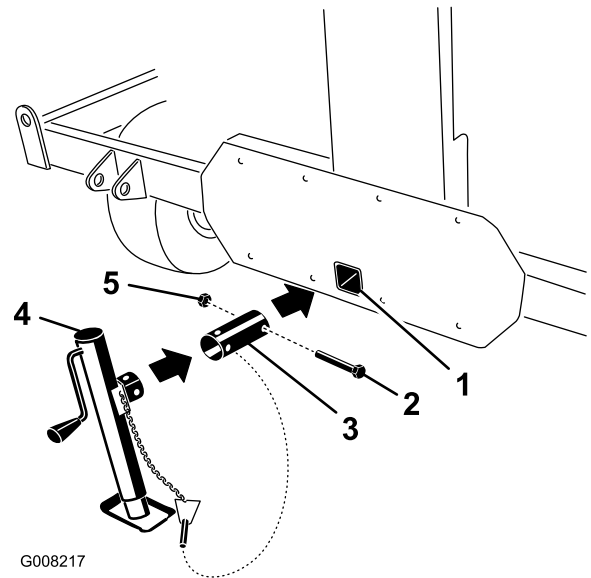
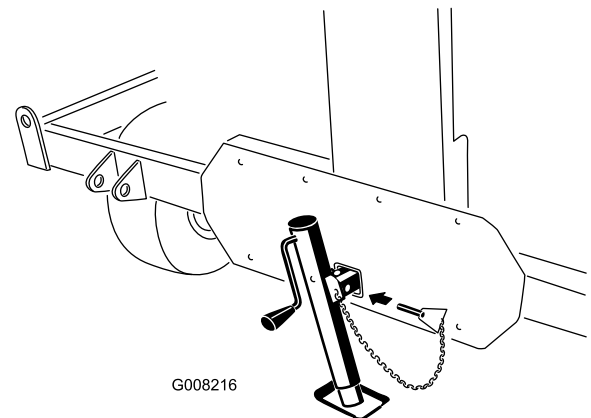

Figura 8
Figura 9
3. Insira o tubo do macaco no orifício de montagem da barra de reboque (Figura 8).
5. Utilizando o parafuso e a porca previamente retirados, fixe o tubo ao processador core (Figura 8).
6. Faça deslizar o macaco até ao tubo, alinhe os orifícios de montagem e segure com o pino de sujeição (Figura 8 e Figura 9).